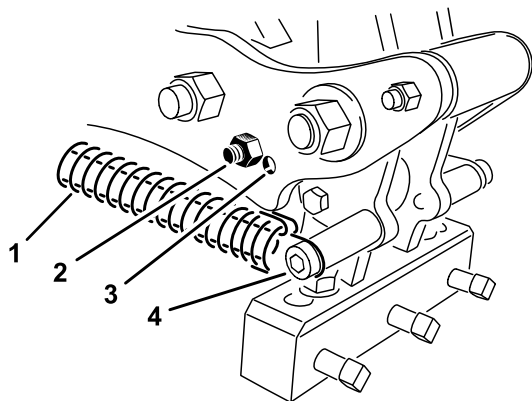

Рисунок 37
Установите угол наклона зубьев в соответствии с длиной зубьев, используя одно из 2 регулировочных отверстий в рычаге. Эти отверстия обеспечивают только предварительную установку. При использовании зубьев длиной от 17,8 см до 25,4 см расположите упор вала как можно ближе к задней части головки с зубьями. В результате изменения состояния почвы может потребоваться использование другого положения — отверстия, находящегося дальше всего от головки (Рисунок 37).
3. Снимите пружину растяжения с головки с зубьями (Рисунок 37).
4. Извлеките из рычага упорный болт и упор и переставьте их в другое регулировочное отверстие (Рисунок 37).